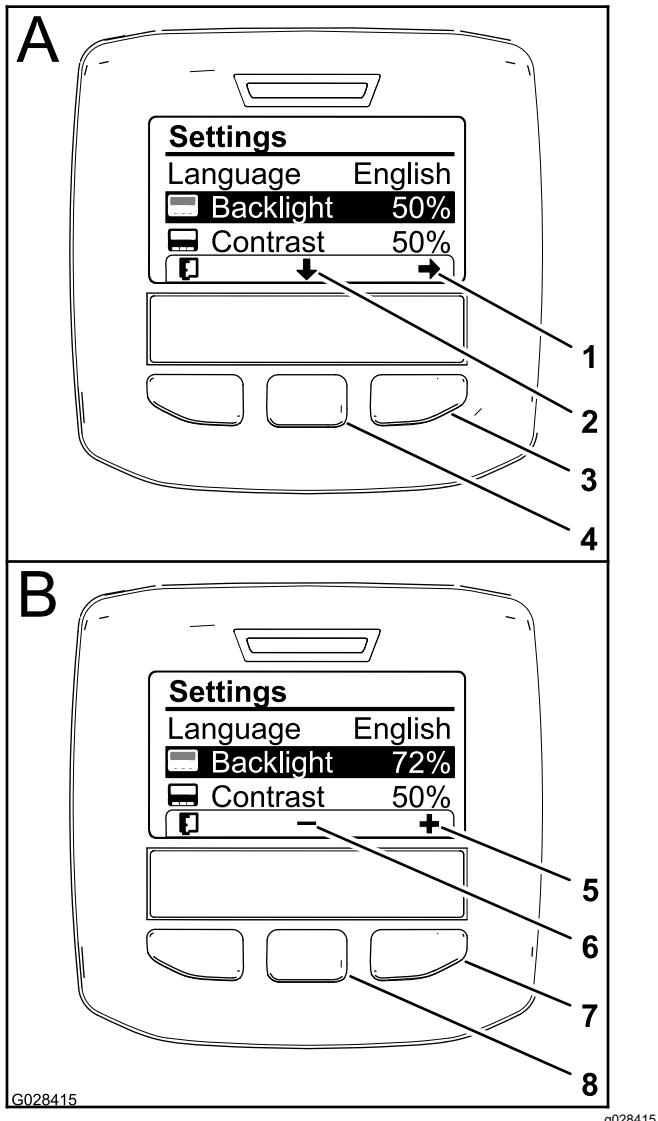

Bild 63
Symbol auf dem Display), um die ausgewählte Option nach unten zur Einstellung für die Rückbeleuchtung zu verschieben (Bild 63).
3. Drücken Sie die rechte Auswahl, um den Werteinstellungskontext anzuzeigen (Bild 63).
4. Ändern Sie die Helligkeit des Displays mit der mittleren und rechten Auswahl (Bild 63).
5. Drücken Sie die linke Auswahl (die Taste unter dem Listensymbol auf dem Display), um die Einstellung zu speichern, beenden das Menü „Rückbeleuchtung“ und gehen auf das Menü „Einstellungen“ (Bild 63) zurück.
6. Drücken Sie zum Einstellen des Kontrasts auf dem Display die mittlere Auswahl (die Taste unter dem nach unten zeigenden Symbol auf dem Display), um die ausgewählte Option nach unten zur Einstellung für den Kontrast zu verschieben (Bild 63).
7. Drücken Sie die rechte Auswahl, um den Werteinstellungskontext anzuzeigen (Bild 63).
8. Drücken Sie die linke Auswahl (die Taste unter dem Listensymbol auf dem Display), um die Einstellung zu speichern, beenden das Menü „Kontrast“ und gehen auf das Menü „Einstellungen“ (Bild 63) zurück.
9. Drücken Sie die linke Auswahl, um das Menü „Einstellungen“ zu beenden und das Hauptmenü anzuzeigen (Bild 61 und Bild 63).
10. Drücken Sie die linke Auswahl, um den Homebildschirm anzuzeigen (Bild 63).